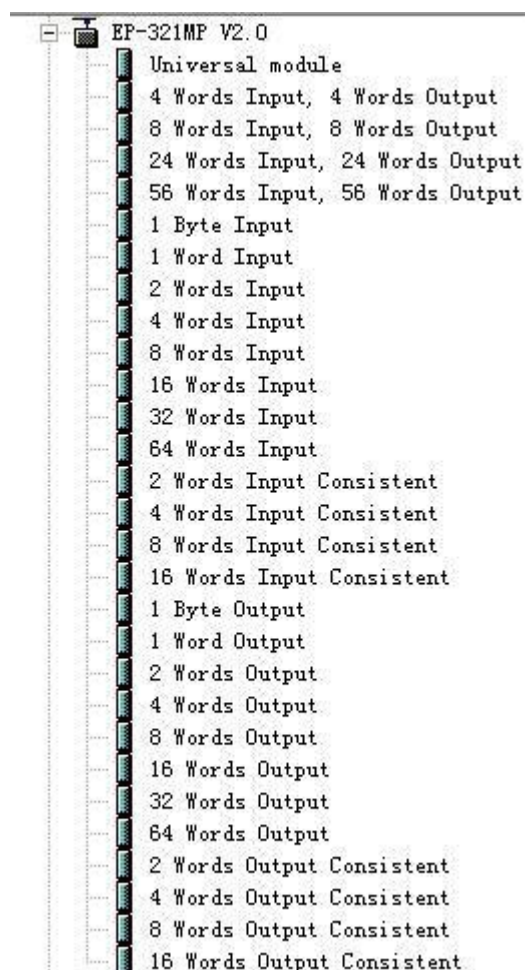

图 9
6. 您可以在这里找到您注册的设备，右侧窗口 /PROFIBUS DP/Additional Field Devices/Converter/EP-321MP/, 如图 9 所示